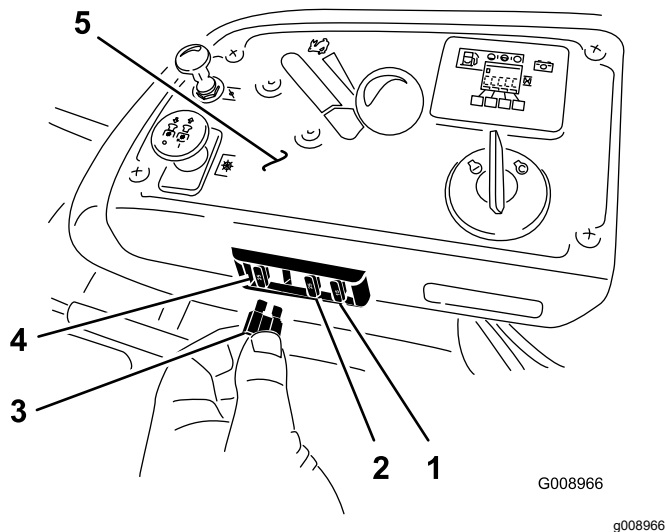

Figura 57
Los fusibles están situados en la consola, a la derecha del asiento (Figura 57).
2. Instale un fusible nuevo (Figura 57).